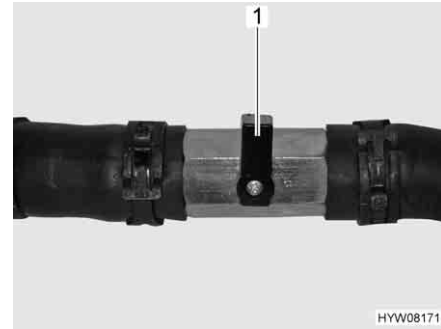

Fig. 205 Torneira de passagem fechada
- Coloque a alavanca (Fig. 205,1) transversalmente em relação à tubagem.